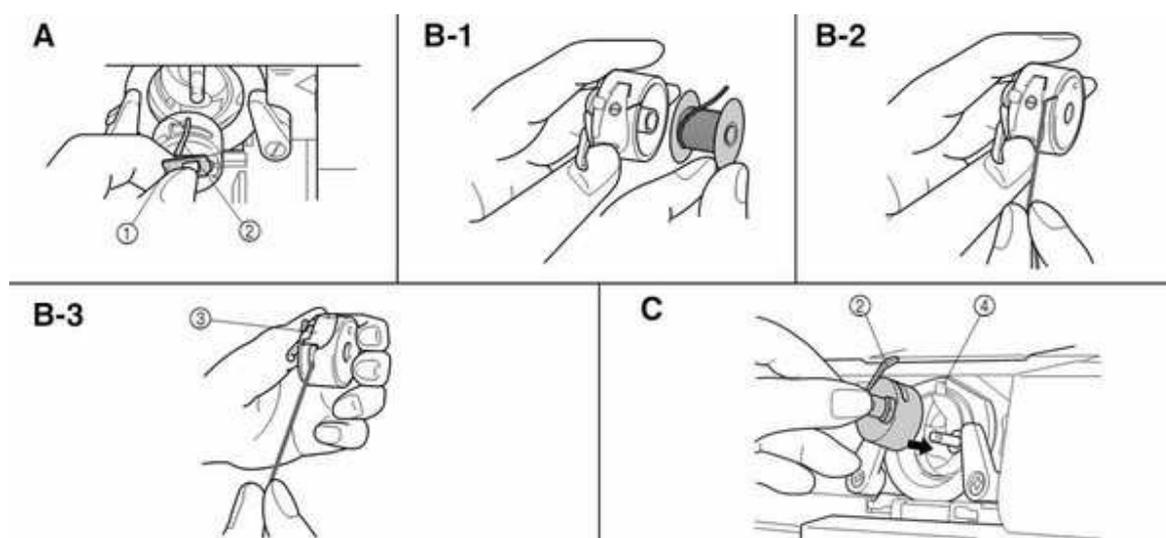

Рис. 7.3. Заправка шпульного колпачка
7. Выньте шпульный колпачок и извлеките из него шпульку (рис. 7.3, А).
11. Вставьте намотанную шпульку в шпульный колпачок (см. рис. 7.3, В-1).
12. Заправьте нитку в прорезь шпульного колпачка (см. рис. 7.3, В-2).
13. Затем проведите нить под пружину, оставив свободный конец 10–15 см (см. рис. 7.3, В-3).
14. Вставьте шпульный колпачок со шпулькой до упора. Палец 2 должен войти в гнездо 4 (см. рис. 7.3, С).